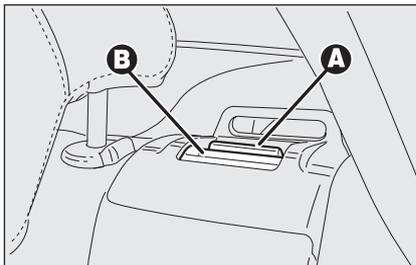

fig. 6
- sollevare la leva **A-fig. 6** di ritengo schienale per sbloccare rispettivamente la porzione sinistra o destra dello schienale e ribaltare quest'ultimo in avanti. Il sollevamento della leva è evidenziato da una "banda rossa" **B**.
AVVERTENZA Il corretto aggancio dello schienale è garantito dalla scomparsa della "banda rossa" **B**-fig. 6 presente di fianco alle leve **A** di abbattimento schienale. Tale "banda rossa" indica infatti il mancato aggancio dello schienale. Nel riportare lo schienale in posizione di utilizzo accertarsi dell'avvenuto aggancio fino a percepire lo scatto di blocco.